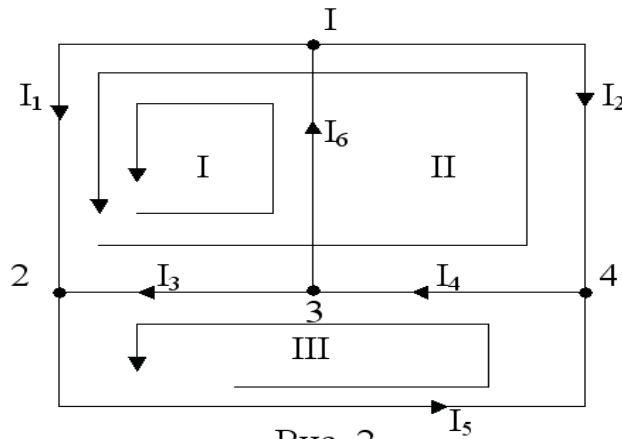

Рис. 2
2. Выбираем независимые контуры схемы и произвольно задаем направление их обхода. При этом рекомендуется ветвь с источником тока включить только в один из независимых контуров. Такой вариант представлен на скелетной схеме (рис. 2)